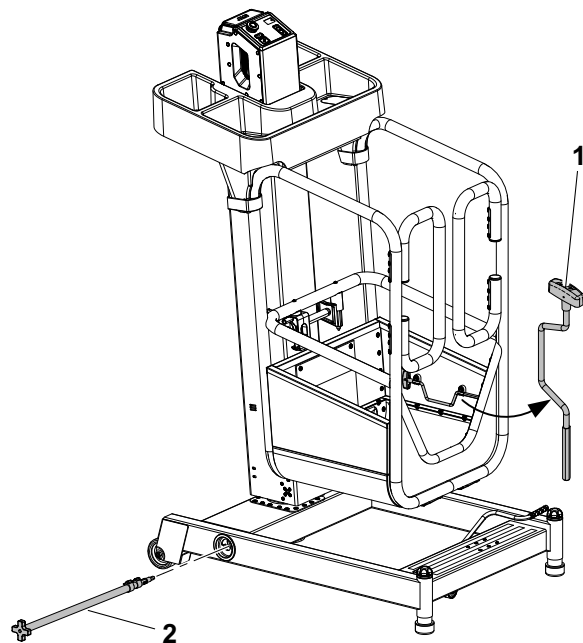

Figura 2-5. Localização das ferramentas de descida manual
8. **Manivela de Descida Manual** — Verifique se está presente e fixada firmemente na plataforma (veja a Figura 2-5.).